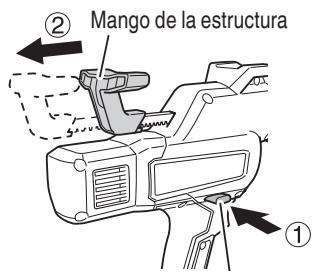

Fig. 19
(3) Mientras empuja el botón de liberación del cuerpo principal para liberar el bloqueo, tire del mango de la estructura hacia atrás para acercar el pistón al lado del cuerpo principal. (Fig. 19)
(1) Presione el botón de liberación del cuerpo principal para liberar el bloqueo, luego tire del mango de la estructura hacia atrás para acercar el pistón al lado del cuerpo principal. (Fig. 19)